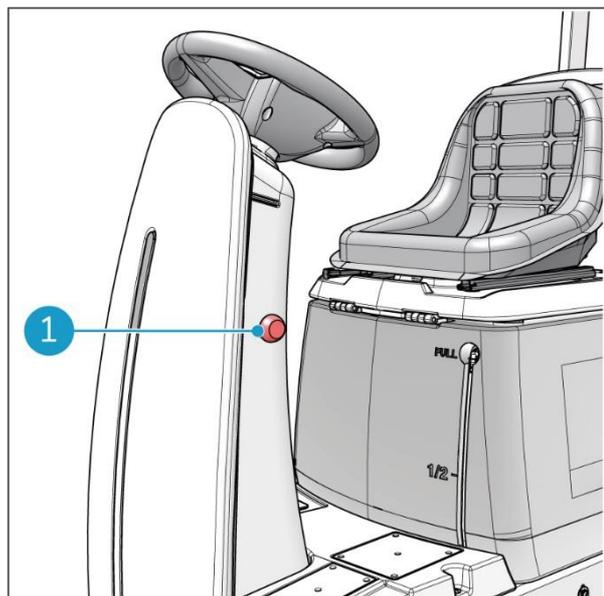

Figure 7
Le bouton d'arrêt d'urgence (Figure 7, pos. 1) est situé sur la colonne de direction.